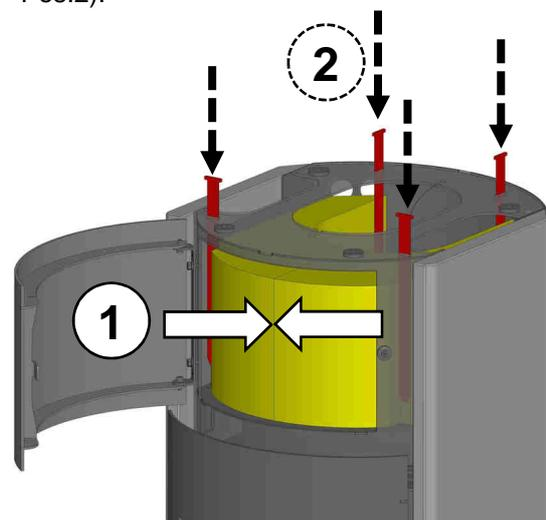

Abb. 11: Sicherungsstifte montieren
7. Die beiden Speichersteine im vorderen Bereich zusammenschieben (Abb. 11 Pos.1) und gerade positionieren. Dann die vier Stifte zur Sicherung der Speichersteine wieder einführen (Abb. 11 Pos.2).